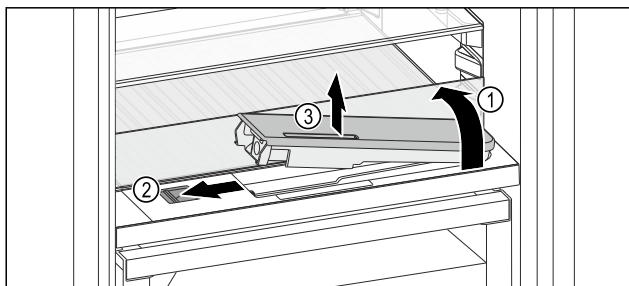

Fig. 135
- ▶ Поднять стеклянную панель и откинуть до упора назад Fig. 135 (1).
- ▶ Сдвиньте ползунок Fig. 135 (2) влево.
- ▶ Вынуть бак для воды Fig. 135 (3).